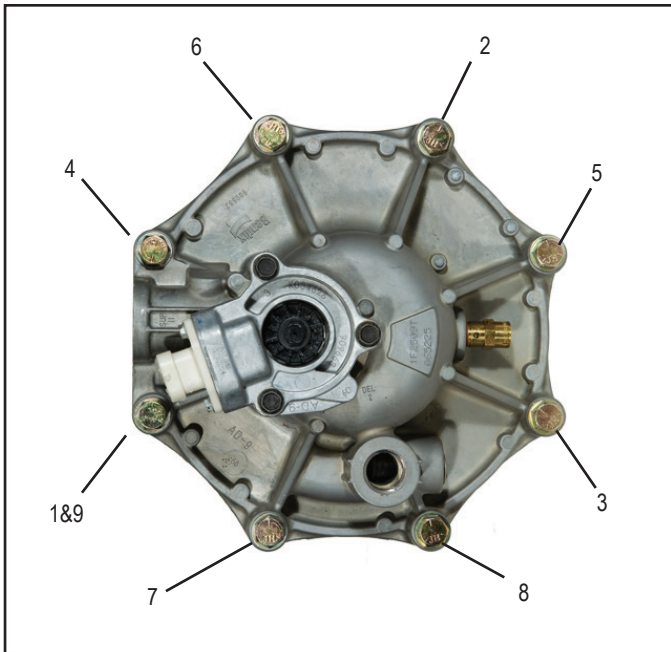

FIGURA 13 - PATRÓN DE TORSIÓN DE LA TAPA DEL EXTREMO AL ALOJAMIENTO
2. Instale la junta tórica del alojamiento externo de la tapa del extremo en el hombro de la tapa del extremo. Ponga el alojamiento sobre el cartucho desecante y alinee los agujeros. Instale los seis tornillos de capuchón de 9,5 mm (3/8 de pulg.), las tuercas de bloqueo y las doce arandelas especiales, asegurándose que estén en la posición apropiada, según se marcaron durante el desarme. Los dos tornillos de capuchón de 9,5 mm (3/8 de pulg.) más largos se usarán para fijar el secador de aire al soporte de montaje. Apriete los seis tornillos de capuchón y las tuercas usando un patrón en estrella como se muestra en la figura 13, según la ubicación del soporte inferior. Aplique torsión entre 270 y 385 pulg./lb.